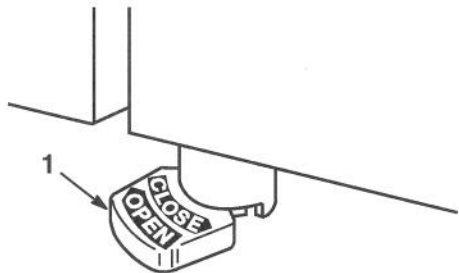

Figure 13
1. Ouvrir le robinet de carburant (Fig. 13).